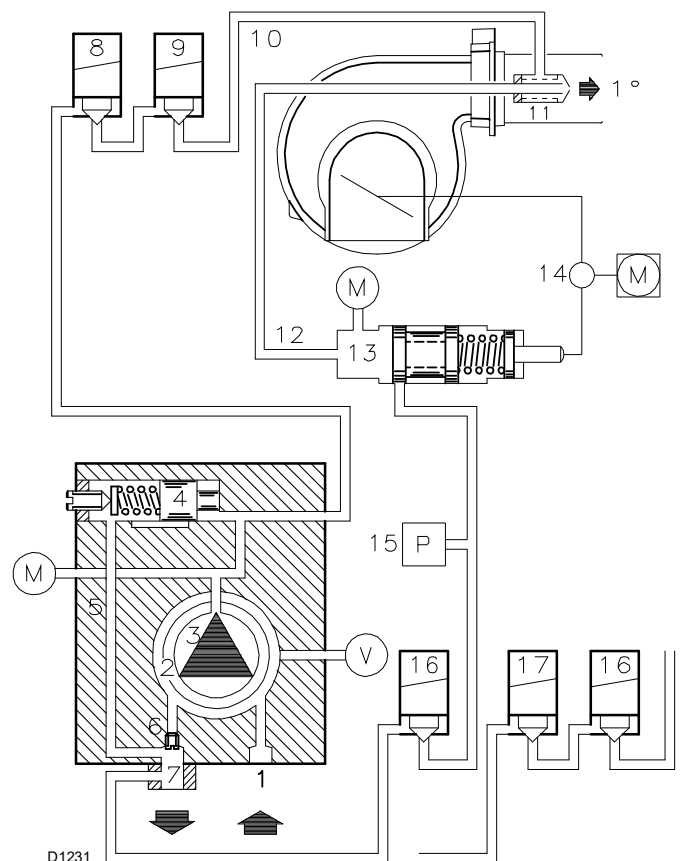

Abb. 29
Sie sind am Brenner installiert und der Bypass wird mit der Schraube 6) (Abb. 29) geschlossen.
- Die Pumpe 3) (Abb. 29) saugt den Brennstoff vom Tank über die Leitung 1) an und bringt ihn im Vorlauf unter Druck.
Zeichenerklärung (Abb. 29)